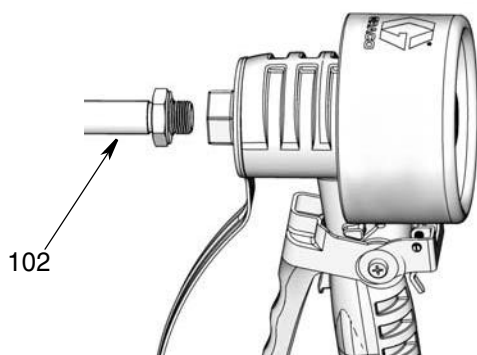

Рис. 5
- б. Вкручивайте удлинительную трубку (102) в корпус расходомера, как показано на Рис. 5, до тех пор, пока она не упрется в дно.